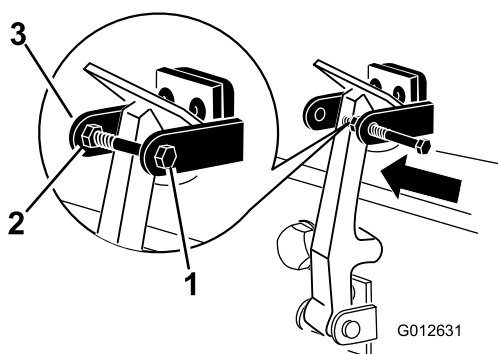

Рисунок 6
8. Вверните болт в другой рычаг кронштейна фиксатора капота для блокировки фиксатора в надлежащем положении (Рисунок 6).